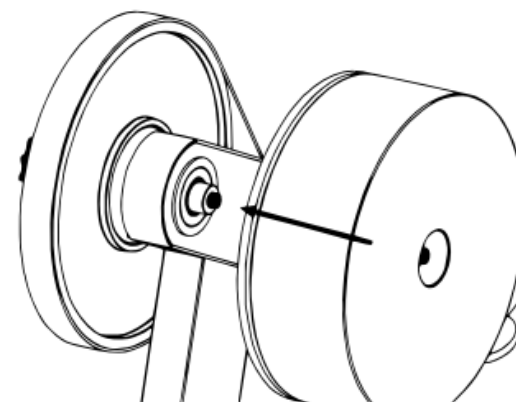

FIG 13
lado menor no alojamento do rolo (FIG 13), vai aumentar a distância entre os pontos de fixação do garfo da bicicleta, dessa forma o sistema ficará compatível como padrão de MOUNTAIN BIKE. No (item 2) será complementar, se inserido o lado maior no rolo, diminuirá o espaçamento do garfo e ficará compatível com o padrão SPEED.